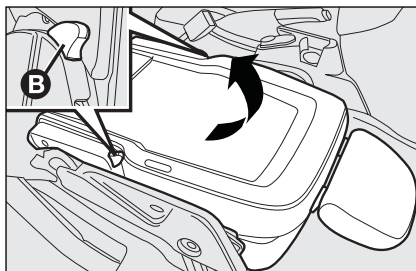

fig. 26
- ☐ bedien de hendels **B-fig. 26** vast en trek de stoel verder omhoog.